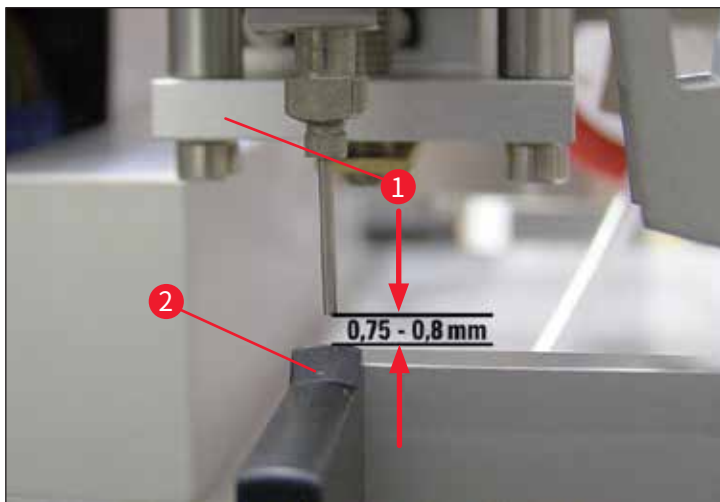

图 16
8. 从仪器前方执行目视检查, 再次检查喷胶针的设置高度 (→ 图 16)。